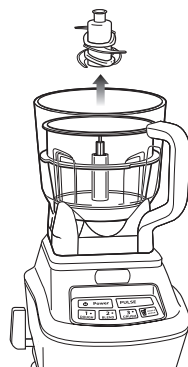

Fig. 7
- 11 Sostenga cuidadosamente la cuchilla del tazón chico por el vástago y extráigala por encima del poste central del tazón chico. (Fig. 7)